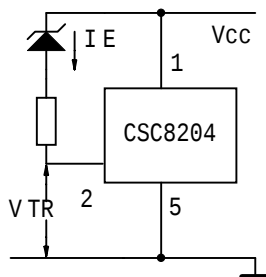

图7
(4) 如图 7 所示, 使用齐纳二极管可以改变起振电压 V_{INIT} 。 V_{INIT} 由下式决定: